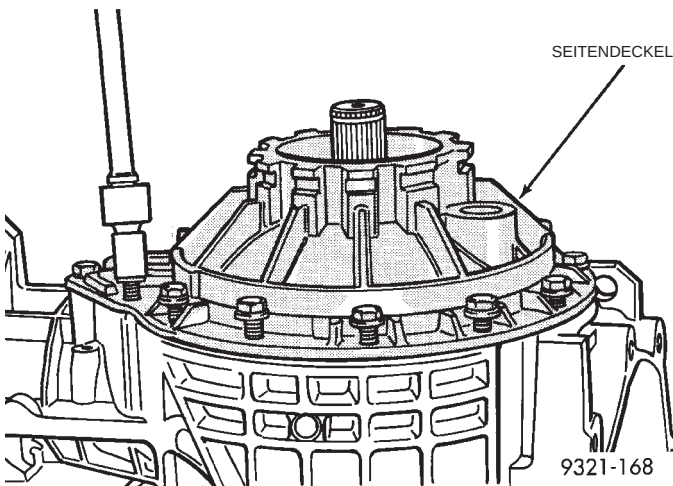

Abb. 338 Differentialdeckel montieren
(53) Eine 3 mm (1/8 Zoll) dicke Dichtraupe auf den Flansch des Differentialdeckels auftragen. Dann den Differentialdeckel aufsetzen und die Deckelschrauben anziehen (Abb. 338).